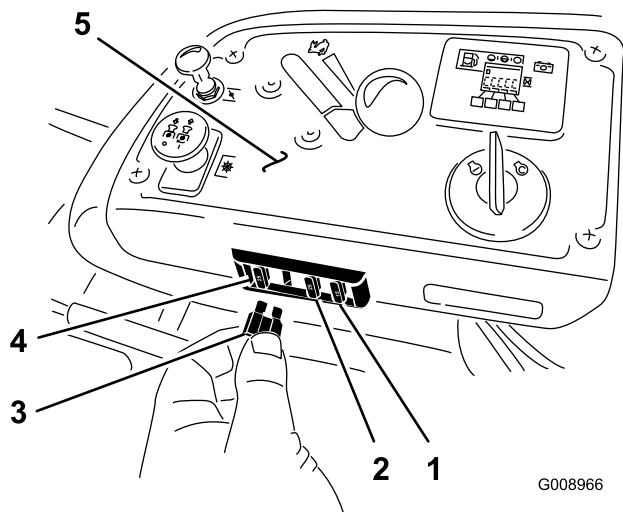

Figure 58
1. Les fusibles sont situés sur la console droite, près du siège (Figure 58).
3. Remplacez le fusible (Figure 58).